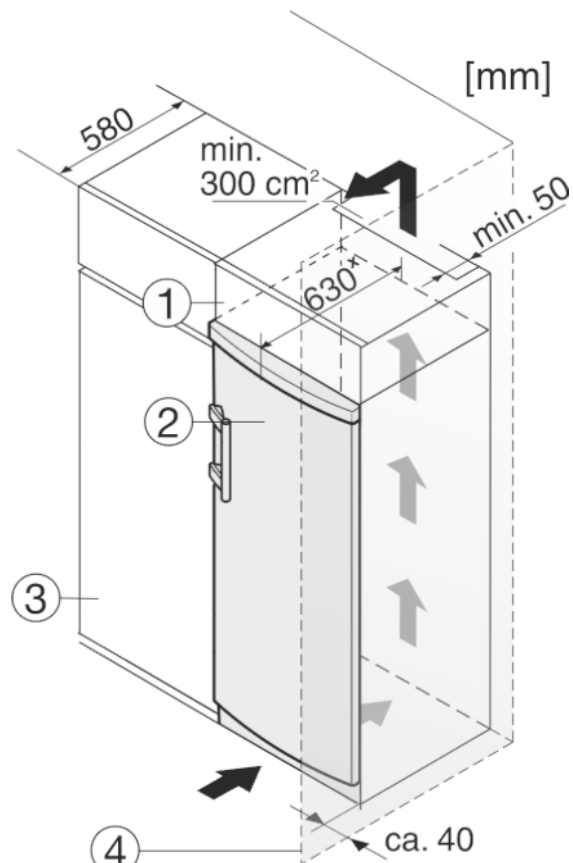

Fig. 9
- (1) Aufsatzschrank
- (2) Gerät
- (3) Küchenschrank
- (4) Wand
Das Gerät kann mit Küchenschränken umbaut werden. Um das Gerät Fig. 9 (2) der Küchenzeilenhöhe anzugleichen, kann über dem Gerät ein Aufsatzschrank Fig. 9 (1) angebracht werden.
Beim Umbau mit Küchenschränken (Tiefe max. 580 mm) kann das Gerät direkt neben dem Küchenschrank Fig. 9 (3) aufgestellt werden. Das Gerät steht seitlich 34 mm* und in der Gerätemitte 50 mm* gegenüber der Küchenschrankfront vor.
Wenn das Gerät mit den Scharnieren neben einer Wand *Fig. 9 (4)* aufgestellt wird, muss der Abstand zwischen Gerät und Wand mindestens 40 mm betragen. Dies entspricht dem Griffüberstand bei geöffneter Tür.